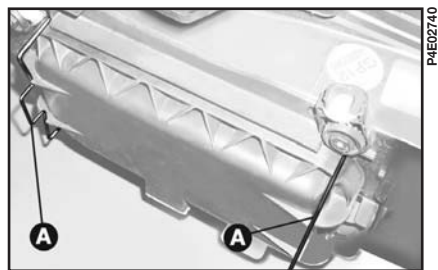

рис. 13
1) Нажав на язычок **A** (рис. 13), снимите крышку.